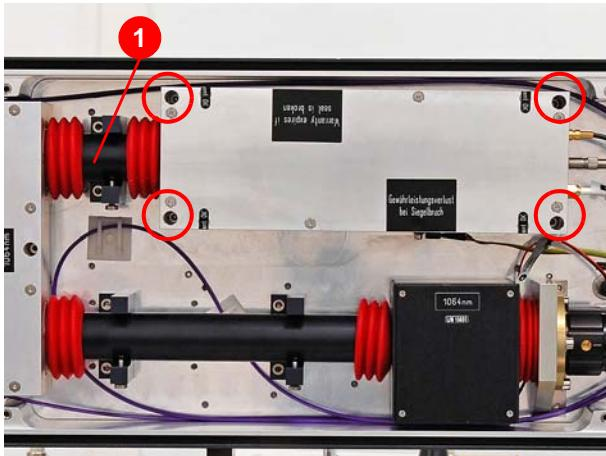

Abbildung 7.32 Resonatormodul lösen
5. Gilt nur für den RSM PowerLine E Air-10: Strahlverrohrung (1) (Abbildung 7.32) ausbauen.